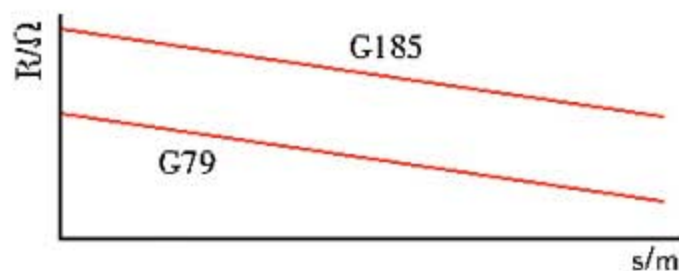

图 1
- 1). 用故障诊断仪进行检测, 发现有 2 个故障码: ①18042, 加速踏板位置传感器 2-G185 信号太强。②18047, 节气门/加速踏板位置传感器/开关 C 电路范围/性能。根据故障码, 推断发动机控制单元识别到至少在加速踏板位置传感器有一个相关故障。接着检查加速踏板位置传感器 1-G79 和加速踏板位置传感器 2-G185。
- 3). 高尔夫采用电子节气门, 由加速踏板位置传感器 1-G79 和加速踏板位置传感器 2-G185 向发动机控制单元提供踏板位置信号, 提高油门操纵系统的传输效率及准确性。另外, 当发动机运转时, 控制单元可以不依靠油门踏板位置传感器直接控制节气门, 避免节流损失。检查加速踏板位置传感器 1-G79 和加速踏板位置传感器 2-G185 的滑动电阻, 能随踏板位置的变化而线性变化(如下图 1), 说明加速踏板位置传感器 1-G79、加速踏板位置传感器 2-G185 正常, 即电子油门正常。